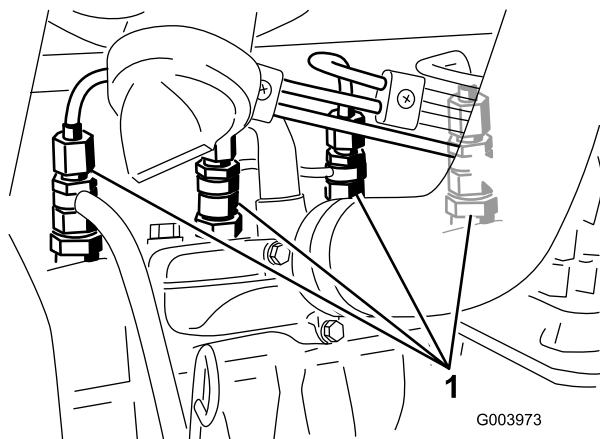

Figura 36
1. Afloje la conexión entre el tubo y el conjunto de boquilla y soporte N° 1 (Figura 36).